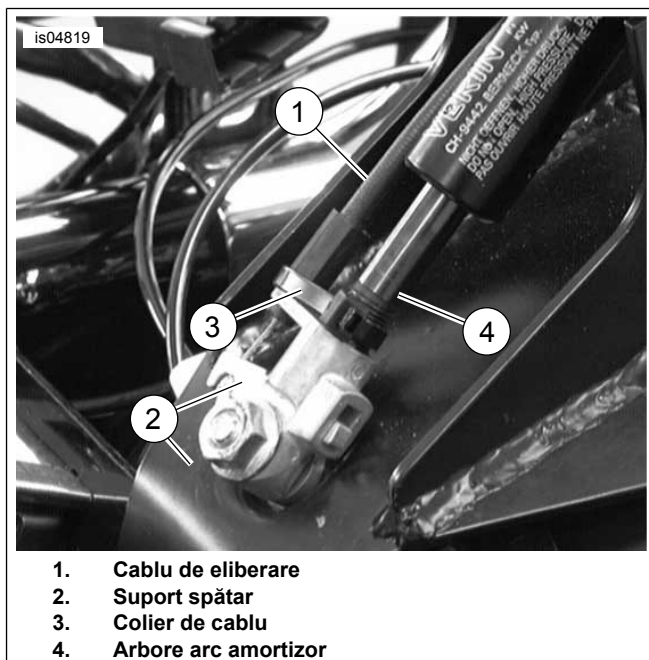

Figura 11. Atașarea cablului la suportul spătarului
4. Consultați Figura 11 . Atașați cablul de eliberare (1) la suportul de montare pentru spătar (2), după cum se arată. Fixați cu grijă cablul la arborele arcului de gaz (4) cu curea de cablu furnizată (3).